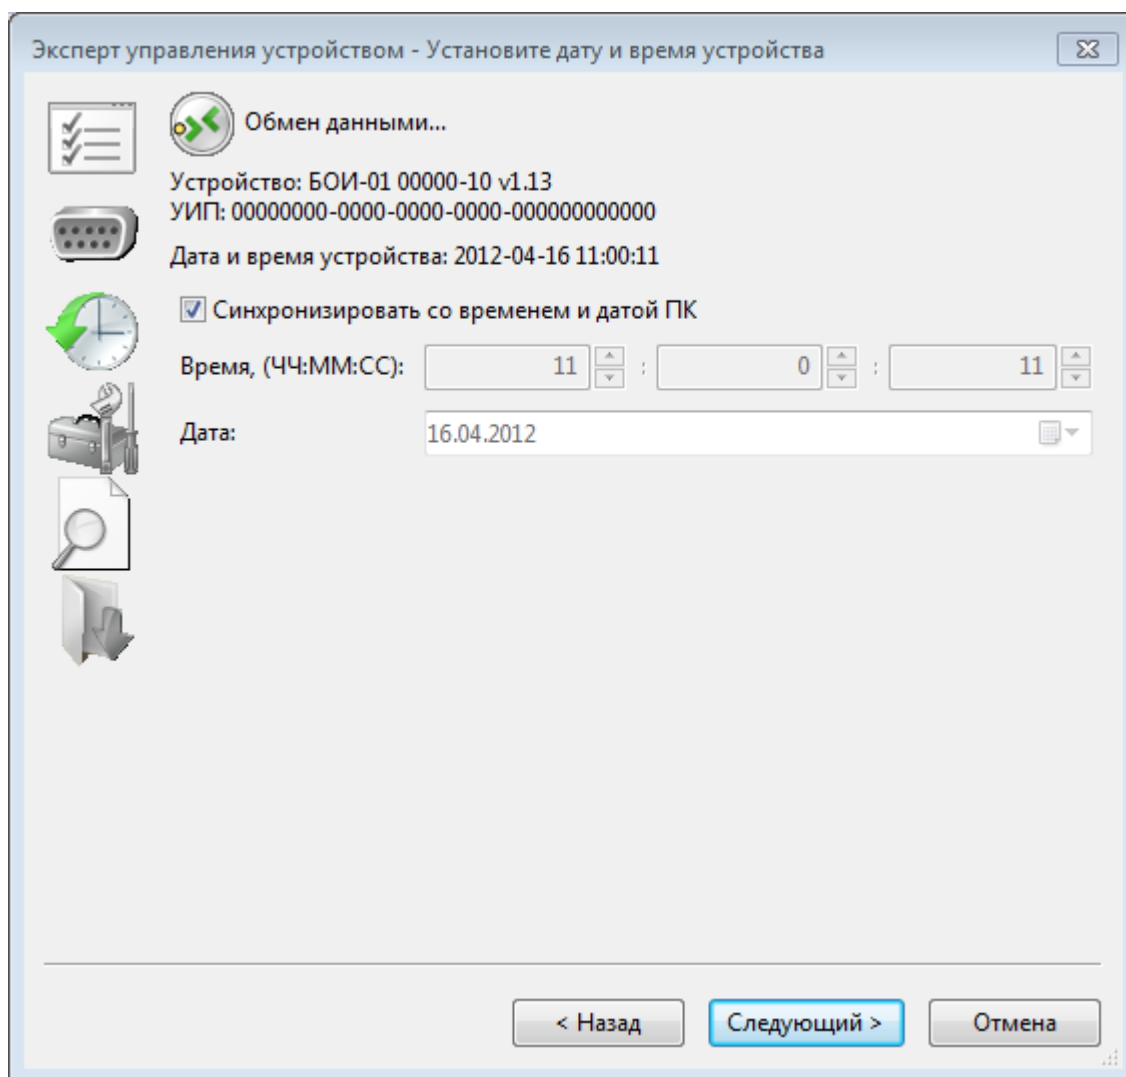

Рис.45. Окно установки даты и времени в БОИ-01.
2.3.10.4.3. Установка даты и времени БОИ-01 производится в соответствующем окне установки даты и времени, показанном на Рис.45: